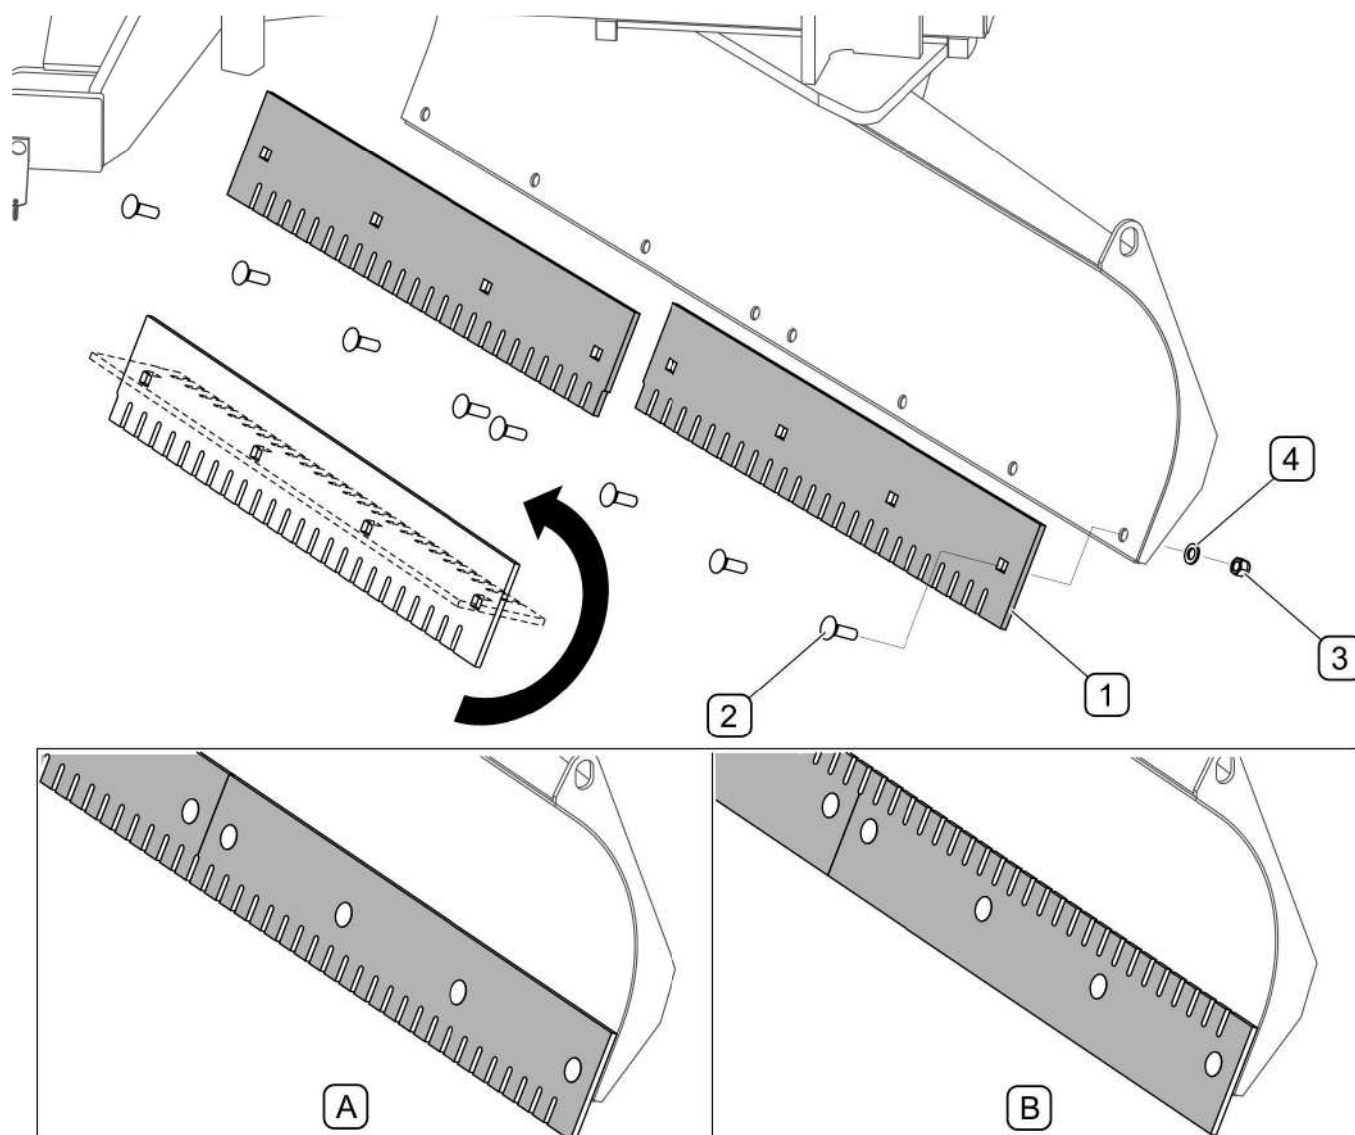

РИСУНОК 5.2 Замена стальных кромок отвалов
(1) - стальная кромка; (2) - болт M16x50; (3) - контргайка M16; (4) - шайба 16; (A) - гребенчатая кромка; (B) - гладкая кромка
Для того, чтобы демонтировать стальные нижние кромки отвалов (РИСУНОК 5.2), необходимо отвинтить гайки (3), снять шайбы (4) и вынуть болты (2). Стальные кромки двухсторонние. В случае износа их можно перевернуть гладким (B) или гребенчатым (A) краем к основанию. Отработанные с двух сторон и поврежденные нижние кромки нужно заменить новыми (ТАБЛИЦА 5.1).